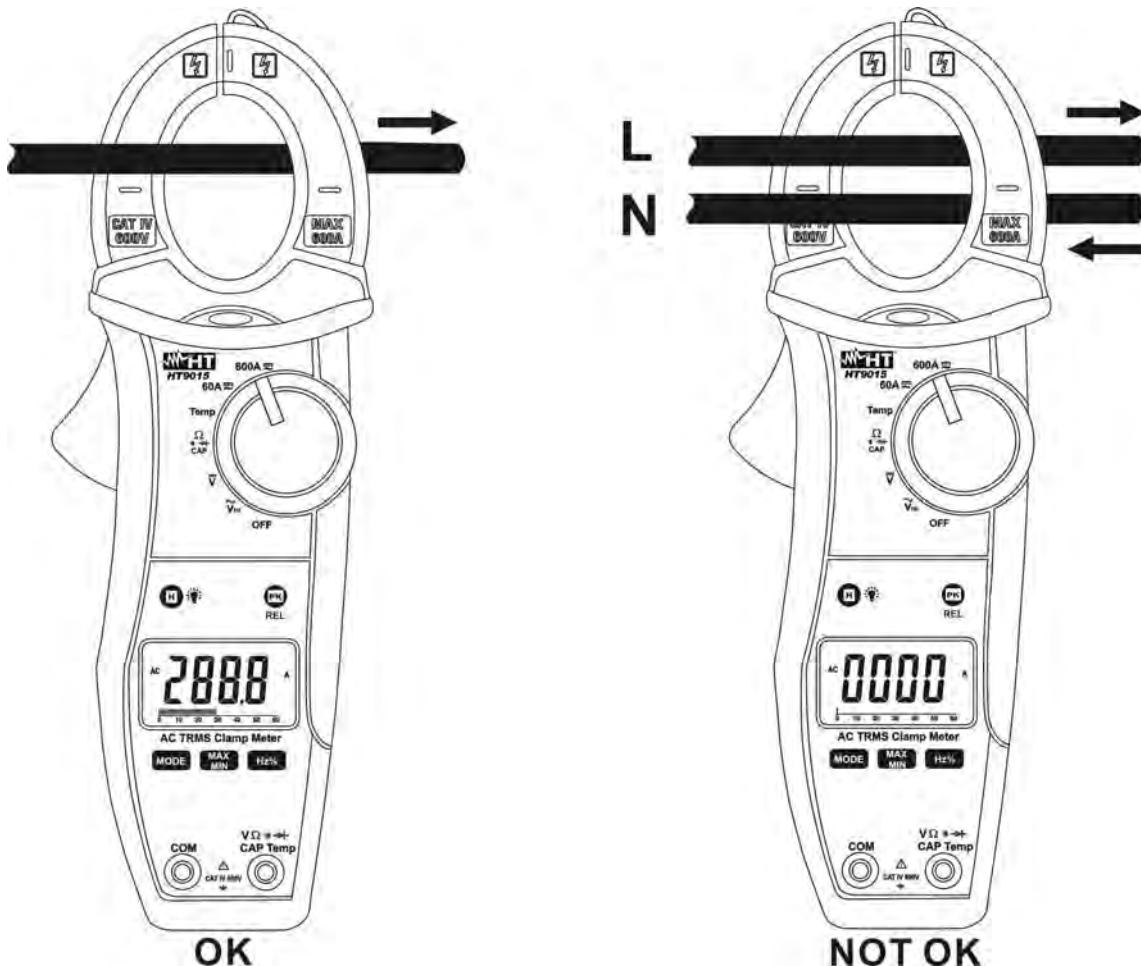

Abb. 9 DC Strommessung
5. Bei der DC Strommessung bedeutet das “-“ Symbol im Display, dass die Stromzange gedreht werden muss (siehe Abb. 9)